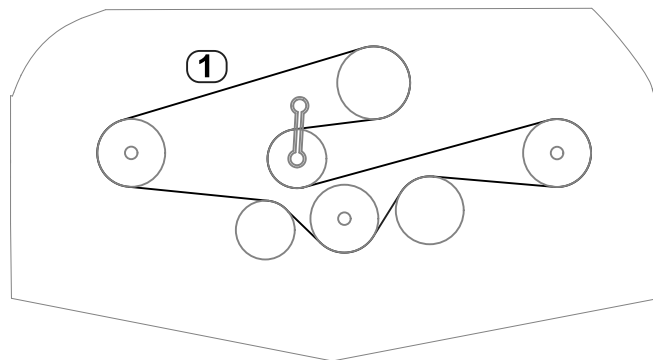

Figure 29
- À l'aide d'une clé dynamométrique ou d'un outil similaire, installez la nouvelle courroie autour des poulies d'axes et de la poulie de tension, comme montré à la Figure 29.